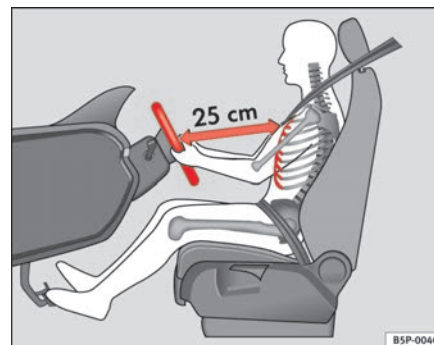

Abb. 98 Die richtige Sitzposition des Fahrers
- Stellen Sie das Lenkrad so ein, bis die gewünschte Einstellung erreicht ist ⇒ Abb. 98.
- Stellen Sie den Fahrersitz oder das Lenkrad so ein, dass der Abstand zwischen Lenkrad und Brustbein mindestens 25 cm beträgt → Seite 136, Abb. 98. Wenn Sie den Mindestabstand nicht einhalten, kann Sie das Airbag-System nicht schützen – Lebensgefahr!